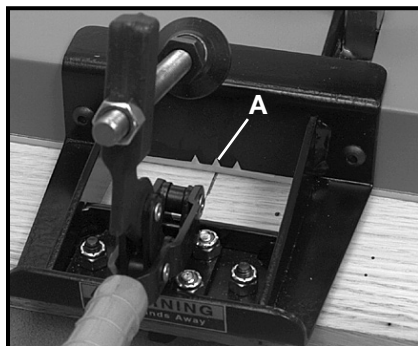

Fig. 19
2. Placez l'ouvrage dans l'outil, la face dirigée vers le haut, en alignant la marque faite sur l'ouvrage sur l'encoche centrale (A) Fig. 19, sur l'outil, et en calant l'ouvrage fermement contre le guide.